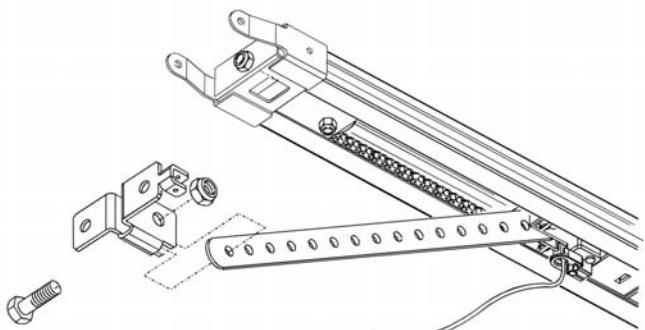

Fig. 17
- 1) Assembler l'attache avec la tringle du chariot (fig. 17). En cas d'utilisation du déverrouillage extérieur, positionner l'attache sur la porte de manière à ce que le passant du câble de déverrouillage soit orienté vers le côté gauche de la porte (fig. 17 et 18).